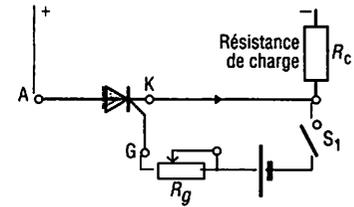

Fig. 9 : Fonctionnement d'un thyristor.
c) Analyse du fonctionnement (fig. 9)